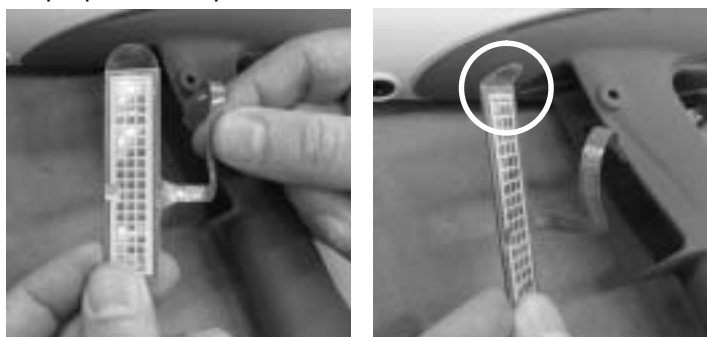

Figura 6-10 Montarea comutatorului declanșatorului - Pasul 3
3. A se vedea Figura 6-10. Îndreptați cablul panglică, apoi îndoțiți umărul de tragere din partea superioară a comutatorului, așa încât să fie perpendicular pe comutator.